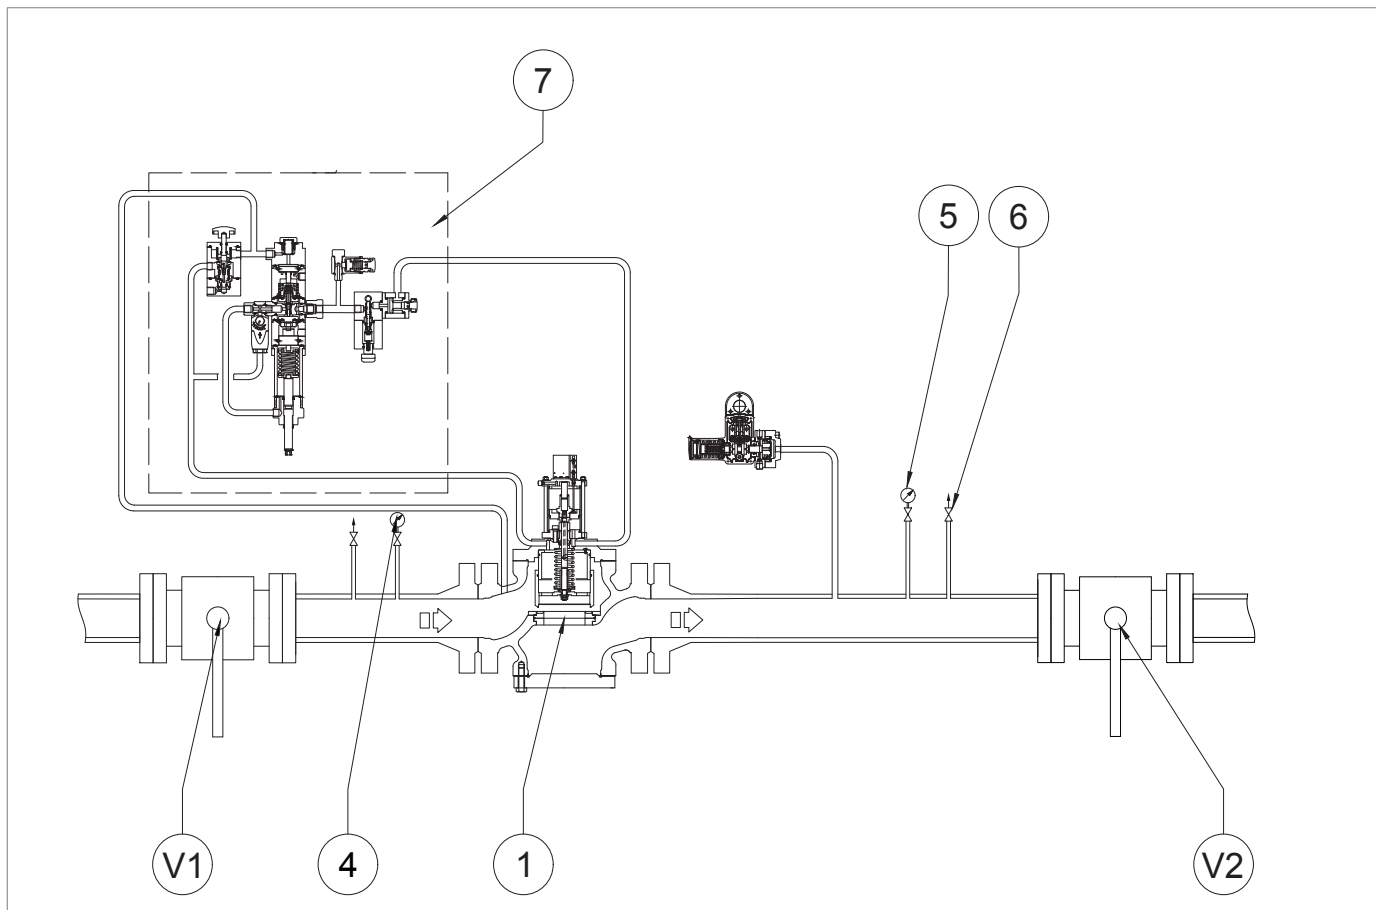

Fig. 8.11. Tenuta in chiusura della valvola di blocco HBC 975
1	<p>! AVVISO!</p> <p>Controllare la pressione facendo riferimento al manometro (fig. 8.11, rif. 5) posto a valle del regolatore principale.</p> <p>Se la valvola di blocco:</p> <ul style="list-style-type: none"> <li>• interviene prima del valore di pressione previsto: avvitare (senso orario) la ghiera di regolazione (13) così da comprimere maggiormente la molla (11);</li> <li>• non interviene al valore di pressione previsto: svitare (senso antiorario) la ghiera di regolazione (13), così da scaricare la molla (11).</li> </ul>
2	Diminuire la pressione del tratto di valle aprendo lo sfiato (fig. 8.11, rif. 6) per portarla fino al valore di taratura del regolatore principale.
3	Chiudere lo sfiato (fig. 8.11, rif. 6).
1	Aprire lo sfiato (fig. 8.11, rif. 6) in atmosfera e tenerlo aperto per le fasi successive.
2	<p>Diminuire la pressione a valle fino alla pressione minima richiesta di intervento del blocco, agendo sul regolatore principale.</p> <div style="border: 1px solid black; padding: 5px;"> <p>! AVVISO!</p> <p>Controllare la pressione facendo riferimento al manometro di valle (fig. 8.11 rif. 5).</p> <p>Se la valvola di blocco:</p> <ul style="list-style-type: none"> <li>• interviene prima del valore di pressione previsto: svitare (senso antiorario) la ghiera di regolazione (15) così da scaricare la molla (17);</li> <li>• non interviene al valore di pressione previsto: avvitare (senso orario) la ghiera di regolazione (15), così da comprimere maggiormente la molla (17).</li> </ul> </div>
5	Riaprire lo sfiato (fig. 8.11, rif. 6).
10	Chiudere lo sfiato (fig. 8.11, rif. 6).